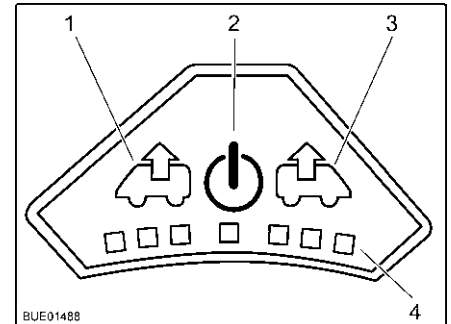

Bild 71 Bedienfeld des Ventilators
- Einschalten:** ■ Taste Ein/Aus (Bild 71,2) drücken. Der Ventilator läuft im Komfortmodus (Entlüften mit niedrigster Ventilatorumdrehzahl).
- Entlüften:** ■ Um die Ventilatorumdrehzahl zu erhöhen: Taste Entlüften (Bild 71,1) drücken. Die Ventilatorumdrehzahl in Entlüftungsrichtung nimmt um eine Stufe zu. LEDs (Bild 71,4) zeigen die Schaltstufen an.
■ Um die Ventilatorumdrehzahl zu verringern: Taste Belüften (Bild 71,3) drücken. Die Ventilatorumdrehzahl nimmt um eine Stufe ab.
- Um die Ventilatorzahl zu erhöhen: Taste Belüften (Bild 71,3) drücken. Die Ventilatorzahl in Belüftungsrichtung nimmt um eine Stufe zu. LEDs (Bild 71,4) zeigen die Schaltstufen an.
- Um die Ventilatorzahl zu verringern: Taste Entlüften (Bild 71,1) drücken. Die Ventilatorzahl nimmt um eine Stufe ab.
- Taste Ein/Aus (Bild 71,2) drücken. Der Ventilator stoppt, die LEDs erlöschen.